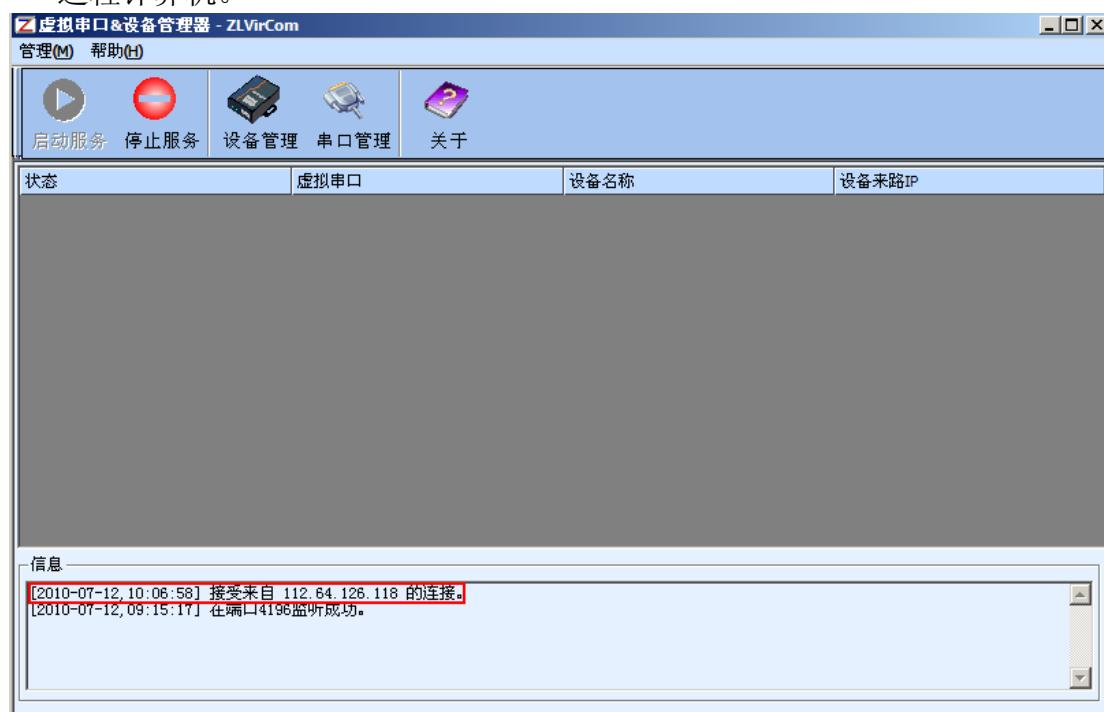

图 29 ZLVircom 软件界面
2. 在远程计算机上运行卓岚虚拟串口软件 ZLVircom，如果已经运行则在任务栏右下角可以找到图标 ，双击该图标即可。在几秒钟内，应该出现“接受来自...的连接”的提示信息如图 29 所示。这表明现场串口服务器已经连接到远程计算机。
3. 创建虚拟串口：点击图 29 “串口管理”，添加一个未被使用的串口号，例
- 查看设备列表：点击图 29 “设备管理”，如果已经出现“接受来自...的连接”的提示可以看到一行或者多行记录，每条记录表示一台串口服务器。从设备名称“工厂 2”用户可以知道这是哪一台串口服务器。